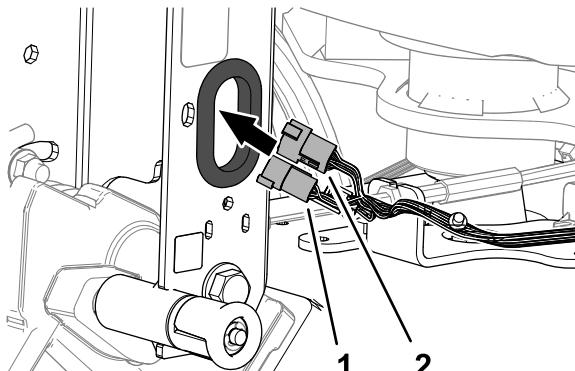

Bild 8
1. Führen Sie den 6-poligen Stecker und den 12-poligen Stecker des Maschinenkabelbaums durch die Tüllen im Lenkerkanal (Bild 8).